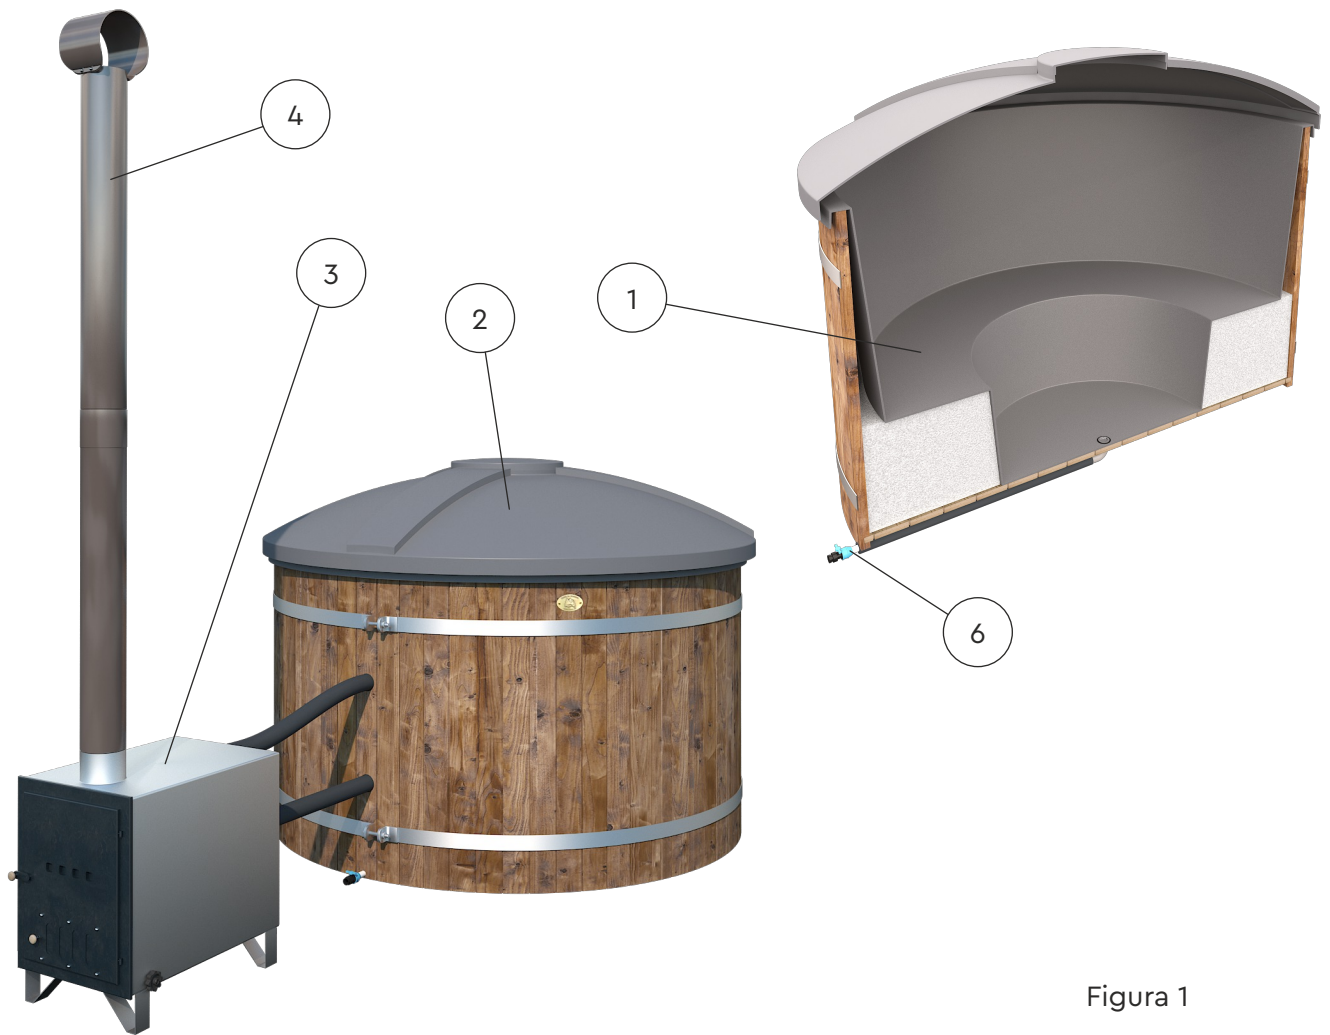

Figura 1
Mini piscina calefactable – parte de la mini piscina que se llena de agua (ver figura 1).
6. Válvula de desagüe de la mini piscina ver figura 1